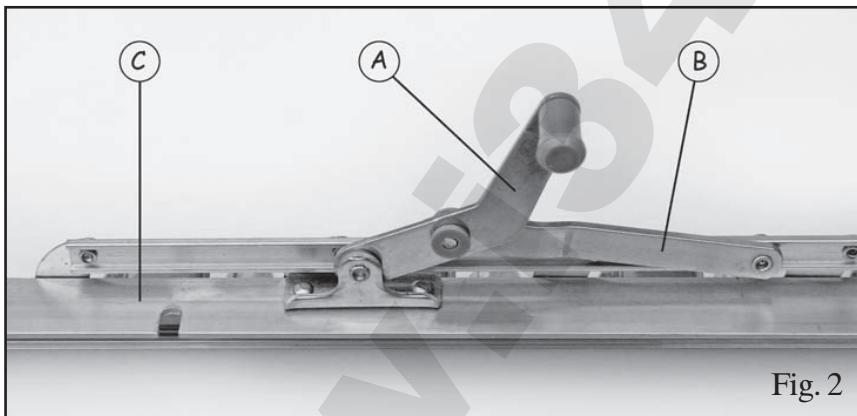
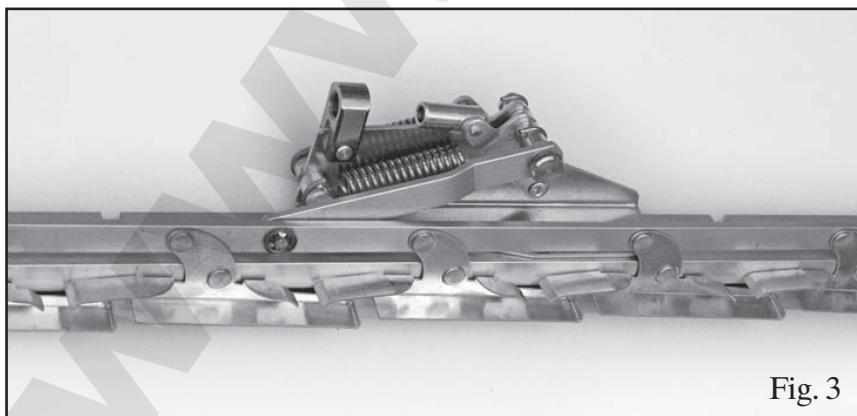
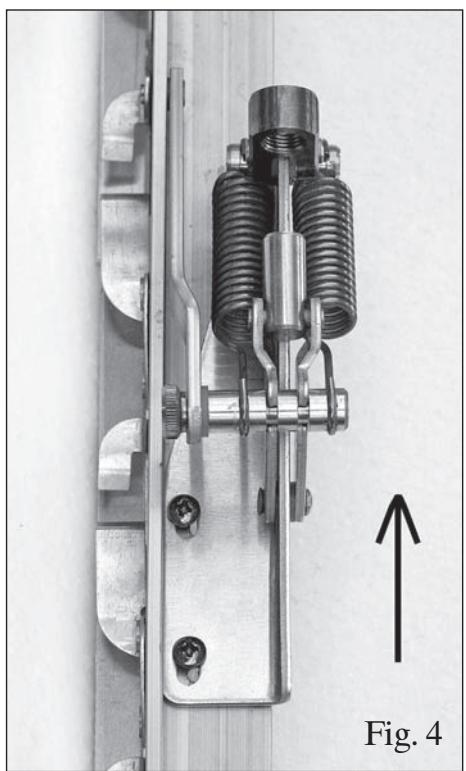

Fig. 2
Fig. 3
Fig. 4
2. Проще установить открывающий механизм, если демонтировать компоненты жалюзийного окна (C) и его ручку (A), см. рис. 2.
3. Демонтировать ручку (A). Если она закреплена заклёпками, их требуется спилить или вывернуть.
4. Выкрутить барашковый винт (6), установить соединяющий рычаг (B) на открывающий механизм, снова закрутить барашковый винт, см. рис. 3.
5. Монтировать открывающий механизм на место ручки, сместить его к соединяющему рычагу до полного закрывания. Отметить положение двух установочных отверстий рычага открывающего механизма (5) по отношению к механизму жалюзийного окна.
7. Закрепить открывающий механизм, используя входящие в комплект самонарезающие винты. Винты сильно не затягивать, см. рис. 4.